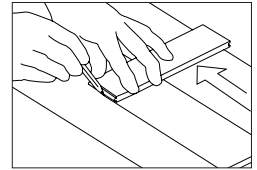

Figura 11
- **Tabla de sacrificio:** Si la pared no está derecha, corte la primera tabla (Figura 11) según sea necesario para mantener alineamiento con la línea entizada. Instale una tabla de sacrificio (con un borde recto) utilizando los sujetadores apropiados para la base. Si se usa una tabla para la hilera de comienzo, asegúrese de que la ranura quede dirigida hacia la pared.
- **Cuñas:** Alinee la primera hilera con la pared usando las cuñas para mantener la expansión de 1/2" (13 mm) en posición y estabilizar el producto. Si la pared no está derecha, corte la primera tabla (Figura 11) según sea necesario para mantener alineamiento con la línea entizada.